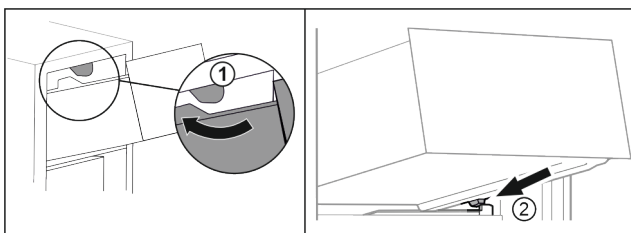

Fig. 94
- ▶ Lade om de bovenste stoppers leiden. Fig. 94 (1)
- ▶ Lade schuin achter de onderste stoppers op containerrib plaatsen. Fig. 94 (2)